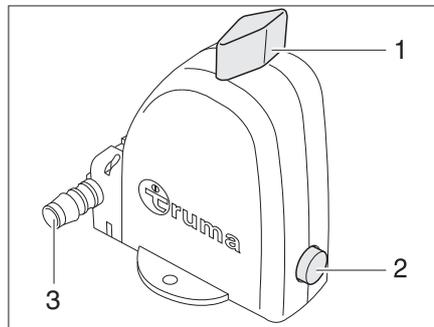

Bild 209 Sicherheits-/Ablassventil des Boilers - Stellung Betrieb
Der Boiler ist mit einem Sicherheits-/Ablassventil (Bild 209) ausgestattet. Das Sicherheits-/Ablassventil verhindert, dass das Wasser im Boiler einfriert, wenn bei Frost die Heizung nicht eingeschaltet ist.
- Sicherheits-/Ablassventil schließen. Dazu den Drehknopf (Bild 209,1) quer zum Sicherheits-/Ablassventil drehen und den Druckknopf (Bild 209,2) hineindrücken.
- Sicherheits-/Ablassventil öffnen. Dazu den Drehknopf (Bild 209,1) längs zum Sicherheits-/Ablassventil drehen. Der Druckknopf (Bild 209,2) springt heraus. Der Boiler wird über das Sicherheits-/Ablassventil (Bild 209,3) nach außen entleert.